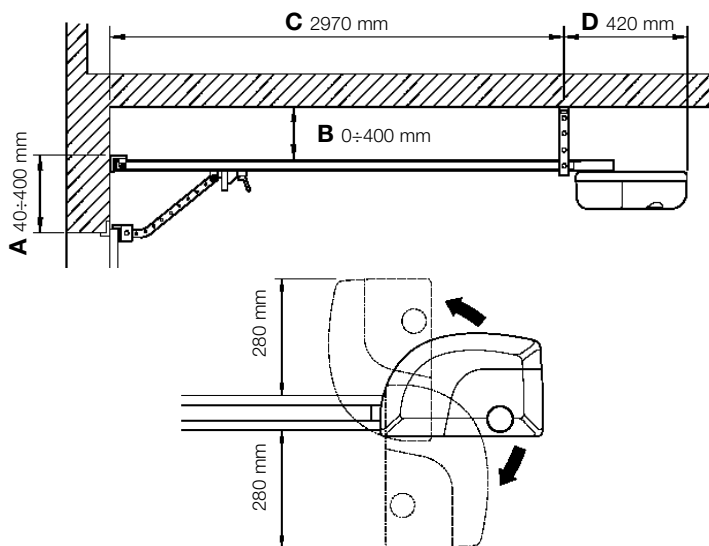

Figura 8
- Controlar que haya los espacios mínimos y máximos indicados en la Figura 8.